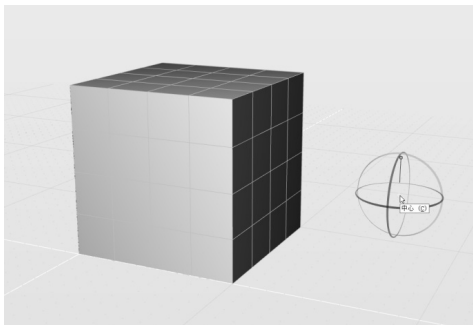

图 2-24 设置新的旋转中枢点
- 2) 激活建模工具栏中的旋转工具, 或使用快捷键 (E)。
- 3) 将旋转中枢点（中心）拖动至立方体外部，如图 2-24 所示。